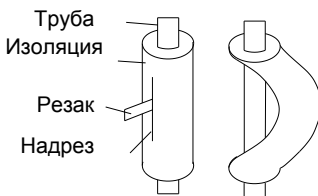

Рис. 13
(2) Не изгибайте трубы под углом более 90 °.
(3) При неоднократном изгибании и обратном растягивании трубы, свойства материала трубы (медь) теряются. После нескольких циклов изгиба/разгибания труба может потерять свою прочность. Не изгибайте и не растягивайте трубы более чем три раза.
(4) При изгибе трубы, не изгибайте ее в изоляции. Возможно повреждение трубы. Следует сделать надрез изоляции, как показано на рис. 13, и только после этого изгибать трубу. После изгиба трубы, следует обратно восстановить теплоизоляцию, закрепив её скотчем.